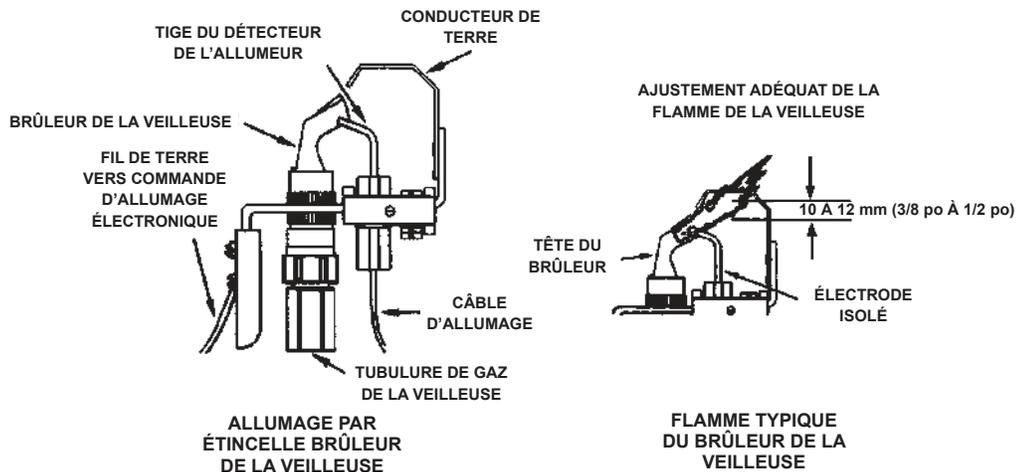
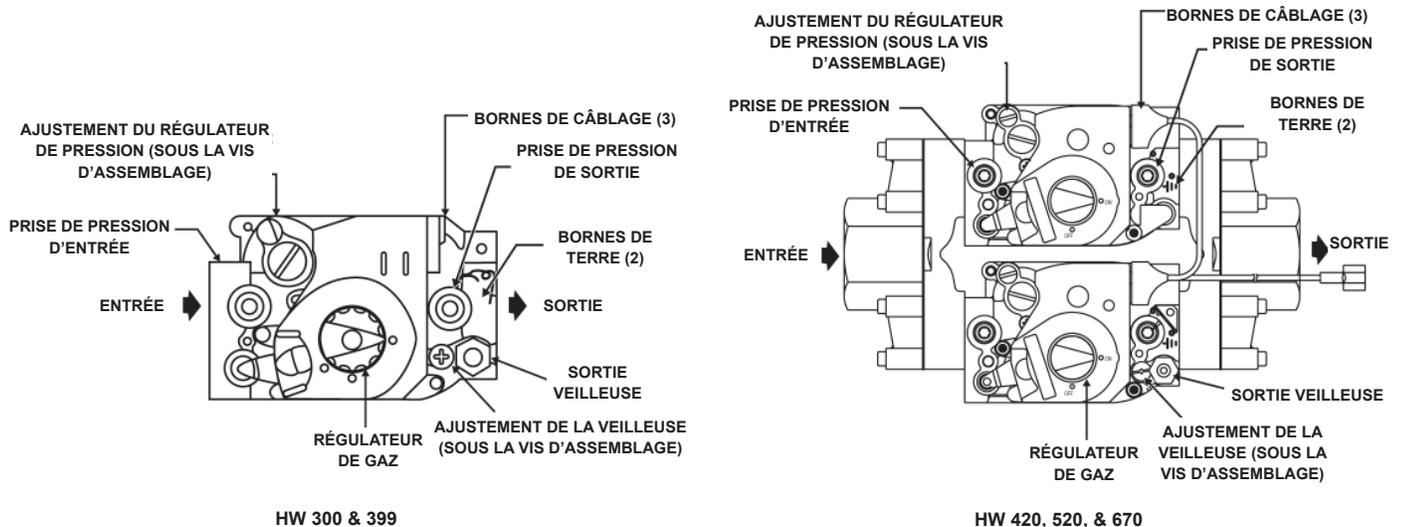

FIGURE 7. ALLUMAGE PAR ÉTINCELLE BRÛLEUR DE LA VEILLEUSE ET FLAMME DU BRÛLEUR
FIGURE 8. AJUSTEMENT DE LA FLAMME DE LA VEILLEUSE
Entretien le brûleur de la veilleuse (chaque six mois) signifie entre autres garder l'écran de la veilleuse (non illustré) exempt de peluches, nettoyer la tête du brûleur, l'ouverture d'air principale et l'orifice du brûleur de la veilleuse, Figure 7.
Pour ajuster la flamme de la veilleuse, enlever la vis d'assemblage de la vis d'ajustement de la veilleuse (Figure 8) et tourner afin d'avoir une flamme suffisante au niveau du brûleur de la veilleuse pour couvrir 10 à 12 mm (3/8 po à 1/2 po) de l'extrémité de la sonde de détection. Voir Figure 7.
- La flamme de la veilleuse devrait recouvrir 10 à 12 mm (3/8 à 1/2 po) de l'extrémité du thermocouple. Enlever la vis du couvercle d'ajustement de la veilleuse, Figure 8. Tourner la vis de réglage intérieure ou la soupape de réglage de la veilleuse dans le sens horaire pour diminuer, ou dans le sens antihoraire pour augmenter la flamme de la veilleuse. S'assurer de remettre la vis du couvercle du régulateur de gaz combiné après l'ajustement afin de prévenir une fuite de gaz possible.